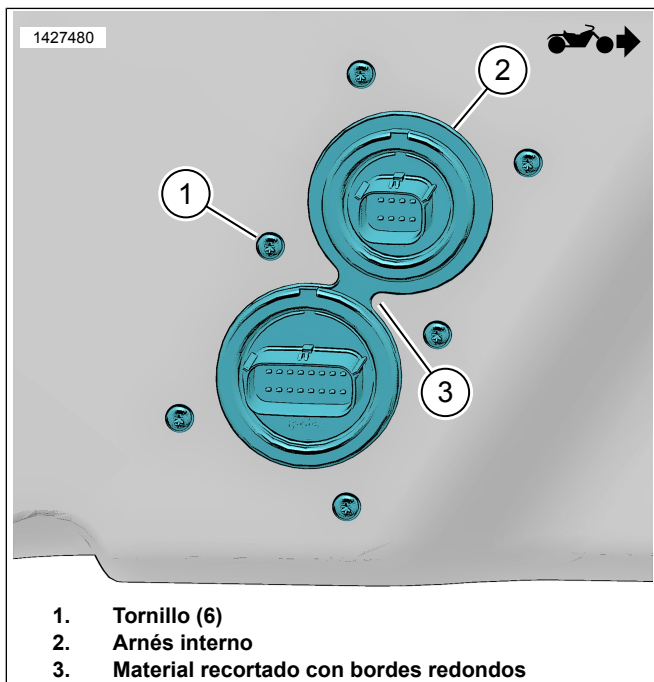

Figura 3. Arnés interior
d. Consulte la Figura 3. Recorte material para redondear el borde (3).
11. Consulte la Figura 3. Instale el arnés de cables (2).